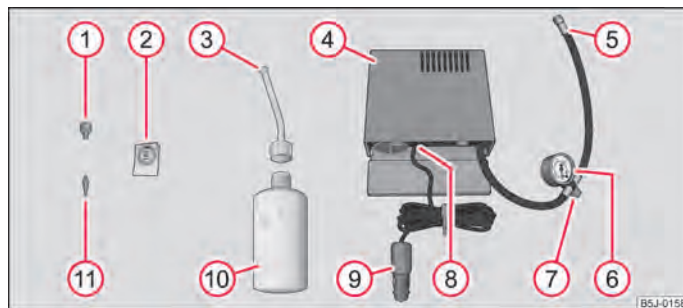

Fig. 146 Componentes del juego de reparación para neumáticos
- Pegue la etiqueta adhesiva ② ⇒ fig. 146 sobre el cuadro de mandos en el campo visual del conductor.
- Con la ayuda del extractor de válvulas ①, desenrosque el vástago de la válvula y colóquelo sobre una base limpia.
- Agite la botella de inflado de neumáticos ⑩ ⇒ fig. 146 fuertemente varias veces.
- Fijar el tubo flexible de inflado ③ en la botella de inflado de neumáticos ⑩, enroscándolo en el sentido de las agujas del reloj. La lámina en el cierre se perforará automáticamente.
- Retirar el tapón de cierre del tubo flexible de inflado ③ e insertar el extremo abierto completamente en la válvula del neumático.
- Mantener la botella ⑩ boca abajo y llenar el neumático con todo el agente sellante de la botella de inflado de neumáticos.
- Enroscar nuevamente el vástago de la válvula en la válvula del neumático, utilizando el extractor de válvulas ①.
- Enroscar el tubo flexible ⑤ ⇒ fig. 146 del compresor de aire fijamente en la válvula del neumático.
- Asegúrese de que el tornillo de purga ⑦ esté cerrado.
- Conecte el conector ⑨ al enchufe de 12 V.
- Conecte el compresor de aire a través del interruptor de conexión y desconexión ⑧.
- Cuando no se pueda alcanzar una presión de aire de 2,0 – 2,5 bar, desenroscar el tubo flexible ⑤ de la válvula del neumático.
- Enroscar nuevamente el tubo flexible del compresor de aire ⑤ en la válvula del neumático y repetir el proceso de inflado.